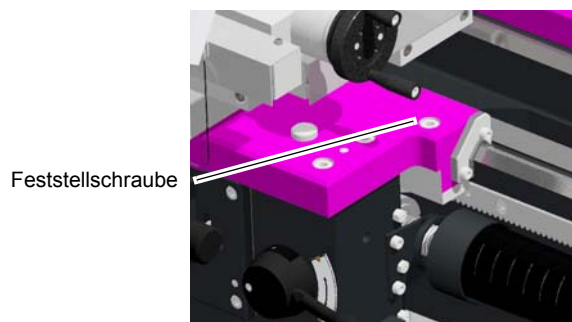

Abb.4-18: Bettschlitten Feststellschraube
- ➔ Lösen - oder Klemmen Sie die Klemmschraube am Bettschlitten in Abhängigkeit des verwendeten Vorschubs „Abb.4-18: Bettschlitten Feststellschraube“ auf Seite 51